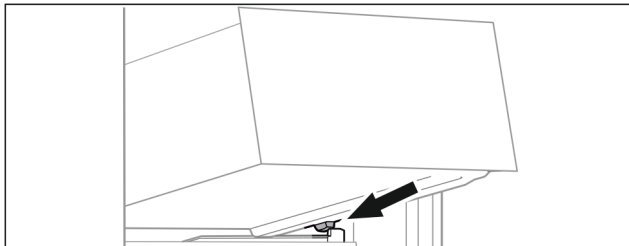

Fig. 97
- ▶ Nasadíte zásuvku šikmo za zádržkami na rebro nádoby. (pozri Fig. 97)